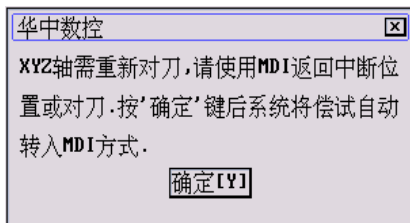
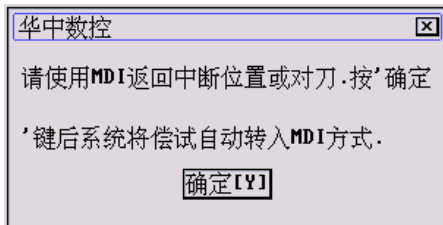

图 6.6.5 需要重新对刀
图 6.6.6 需要返回断点
- (3) 按 5.4.1 节的步骤(4)~(7) 选择要恢复的断点文件路径及文件名，如当前目录下的“PARTBRK1.BP1”；
- (4) 按 **Enter** 键，系统会根据断点文件中的信息，恢复中断程序运行时的状态，并弹出如图 6.6.5 或图 6.6.6 所示对话框；